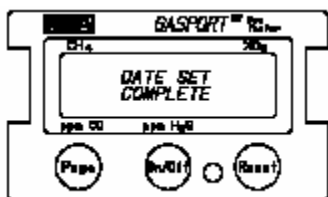

Figura 2-13. Ajuste Fecha Completo
- Cuando los valores de tiempo y fecha son ajustados, el desplegado momentáneamente muestra Ajuste de Fecha Completa, Figura 2-13.